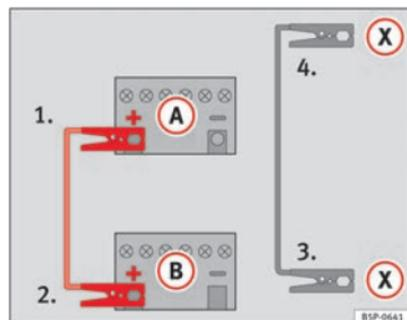

Fig. 215 Schema elettrico per i veicoli dotati di sistema Start&Stop.
- **Nei veicoli con sistema Start-Stop:** Collegare un'estremità del cavo di emergenza *nero* (X) a un terminale di massa idoneo, a un elemento metallico massiccio avvitato al monoblocco del motore o al monoblocco stesso ⇒ fig. 215.
5. Collegare l'altra estremità del cavo di emergenza *nero* (X), al monoblocco del motore del veicolo con la batteria scarica oppure ad un elemento metallico massiccio annesso al monoblocco e comunque il più lontano possibile dalla batteria (A).